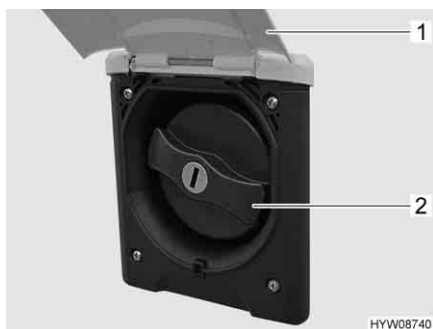

Fig. 147 Coperchio (bocchettone di riempimento dell'acqua potabile)
- Sollevare lo sportello esterno (Fig. 147,1).
- Ruotare il coperchio blu (Fig. 147,2) di un quarto di giro.